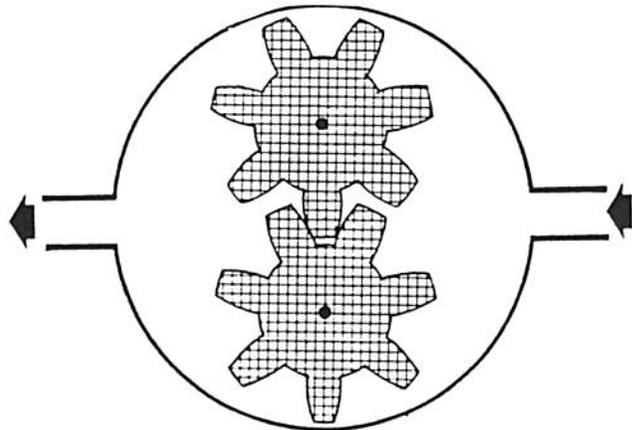

Fig. 10.—Esquema de una bomba de engranajes.
d) De engranajes: Están también muy extendidas, sobre todo en los equipos acoplados a la toma de fuerza del tractor, de acoplamiento directo. Cuando el producto a emplear es polvo, el desgaste es bastante rápido, pues las partículas hacen de esmeril si la velocidad y presiones de trabajo son elevadas (fig. 10).